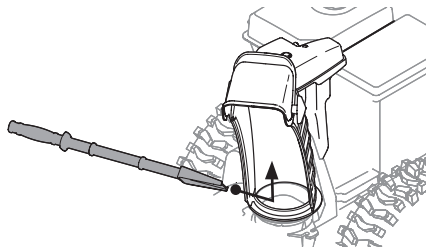

Figura 78
4. Use el extremo con forma de pala de la herramienta de limpieza para destrabar y recoger la nieve y el hielo que se hayan acumulado en el interior y cerca del conjunto del canal. Utilice siempre la herramienta de limpieza (Nº de pieza 931-2643), no use las manos. Consulte el suplemento que se adjunta por separado para obtener la información que se requiere para pedir la herramienta de limpieza, en caso de haberla extraviado o que esté dañada. (Figura 78).